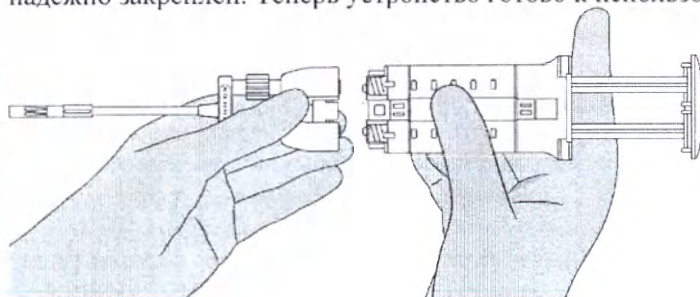

Рисунок 11
3. Прикрепите двойной аппликатор. (Рис. 11)